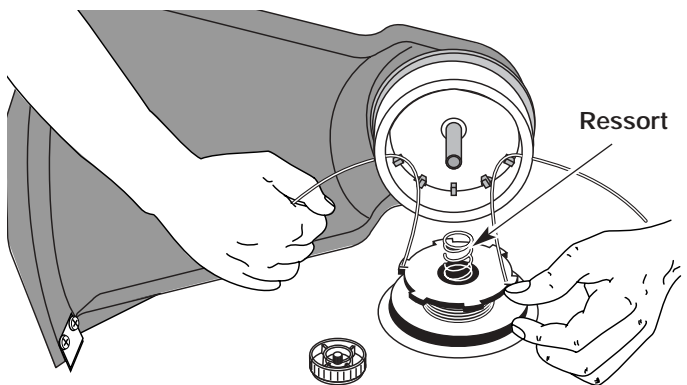

Fig. 19
- Insérez les extrémités du fil dans les œillets de la bobine extérieure et placez le moulinet et le ressort dans la bobine (Fig. 19). Enfoncez le moulinet et la bobine ensemble. Tout en tenant le moulinet et la bobine, saisissez les extrémités et tirez fermement pour dégager le fil des fentes de retenue de la bobine.
5. Insérez les extrémités du fil dans les œillets de la bobine extérieure (Fig. 19).